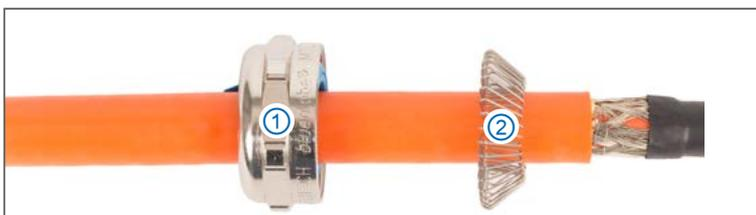

Abb. 4-9: Druckschraube der PG Verschraubung und Federring auf HV-Stromkabel aufziehen.
- ☞ Federring wieder in PG-Verschraubung einsetzen, Mutter am Gewinde ansetzen und von Hand festdrehen (Abb. 4-9).